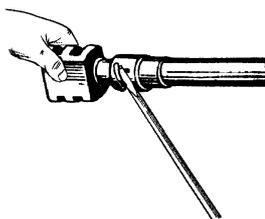

Рис. 118. Від'єднання дульного гальма
1.9. Від'єднати дульне гальмо. Для чого за допомогою викрутки 1-1x300 від'єднати від нього чеку (рис. 118), повернути дульне гальмо на 45⁰ та зняти його зі стволу.